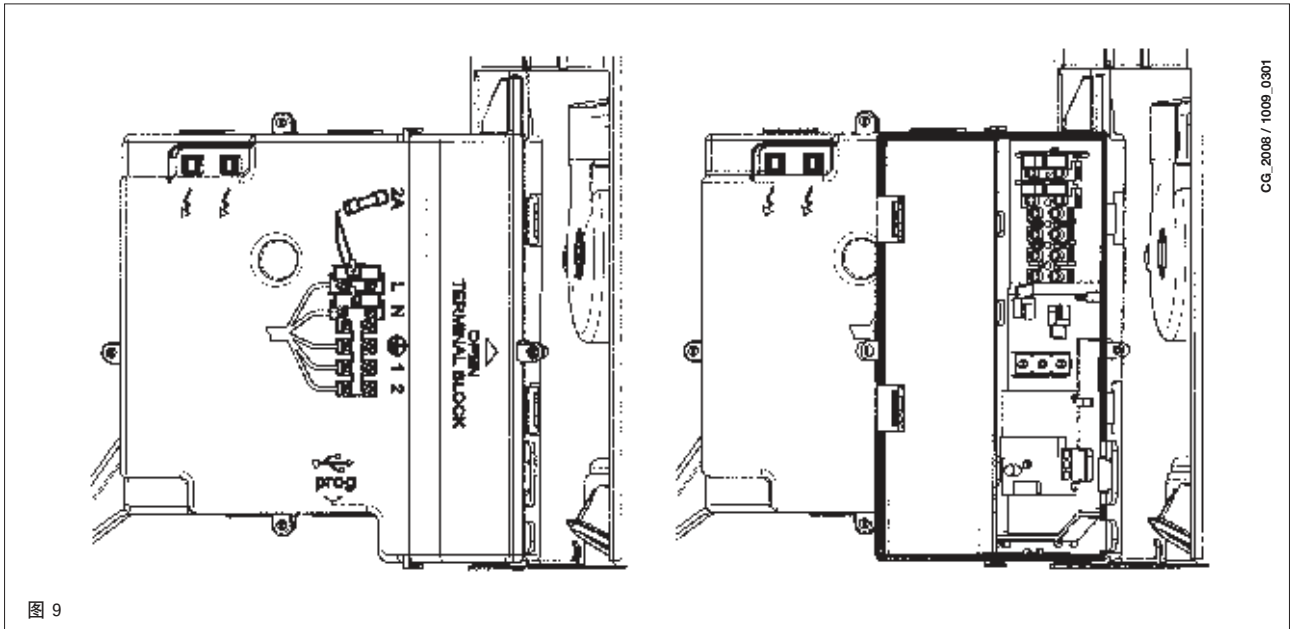

图 9
- \* 打开外盖，露出接线区域（图9）。
- \* 如前节所述，打开电源端子排(图9)；